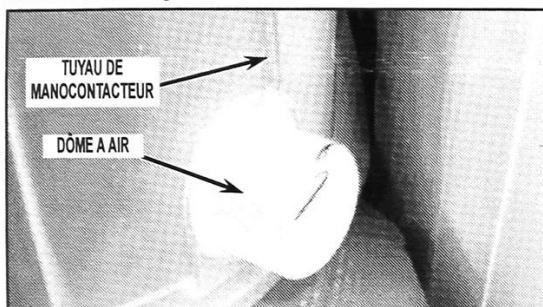

FIGURE 7
10. Débrancher le manocontacteur du dôme à air de la cuve de la laveuse. Voir Figure 7.